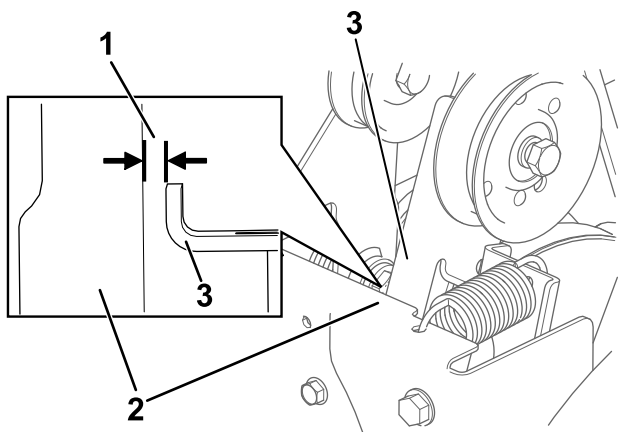

Figura 26
3. Con la palanca del sinfín/impulsor desengranada, compruebe que la distancia entre el brazo del embrague del sinfín y el bastidor de la máquina es de 1.5 mm (1/16"), como se muestra en la Figura 26.